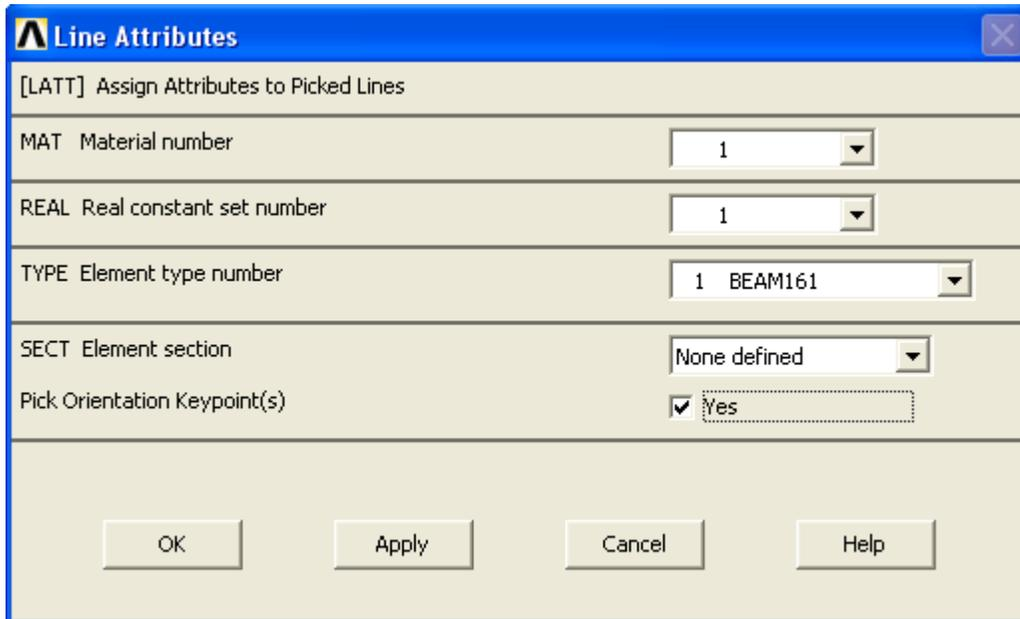

Рисунок 128. Вид окна *Area Attributes*
- В появившемся окне *Line Attributes* (Рисунок 128) устанавливаем флаг Yes в разделе *Pick Orientation Keypoints* и нажимаем *OK*.